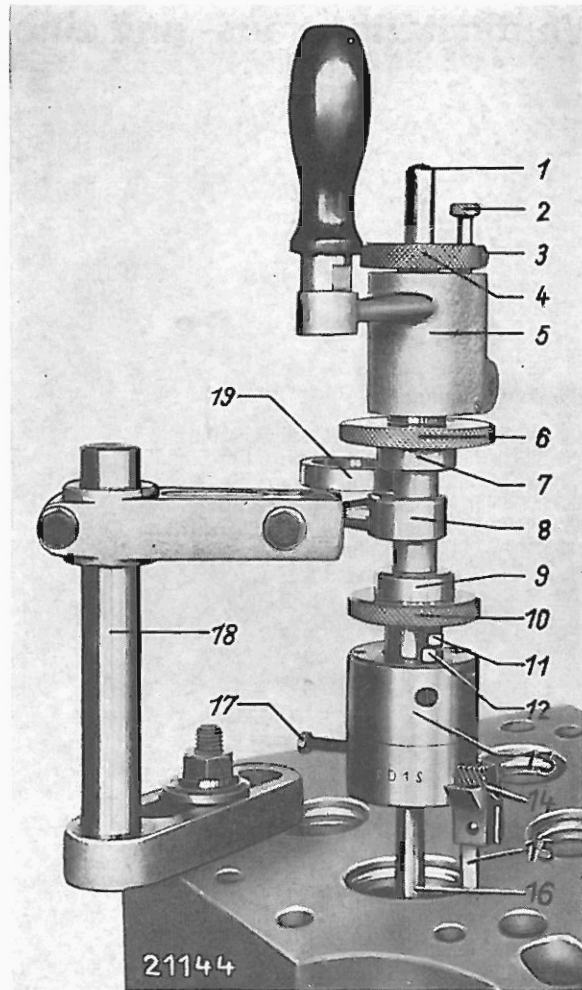

Bild 01—4/3
3. Pilot (9 mm ϕ) in die Ventilführung einführen, bis Anschlag der Schlitzzange auf der Ventilführung aufliegt, evtl. Schlitzzange mit Schraubenzieher nach unten drücken (siehe Bild 01–4/2). Mit dem oben und unten in den Piloten eingeführten Dorn festziehen.
5. Drehstahl (Pos. 15) für Ringnute in Support (14, siehe Bild 01–4/3) einspannen.
8. Lünette (18, siehe Bild 01—4/3) in geeigneter Lage zum Werkstück befestigen. Lünettenarm hochschieben, Lünettenlager (8) mit Kugel in Pfanne legen und Arm festklemmen. Lünettenlager (8) leicht anheben, daß Kugel allseits Luft hat. Kugel festklemmen.
(Siehe Bild 01—4/4)